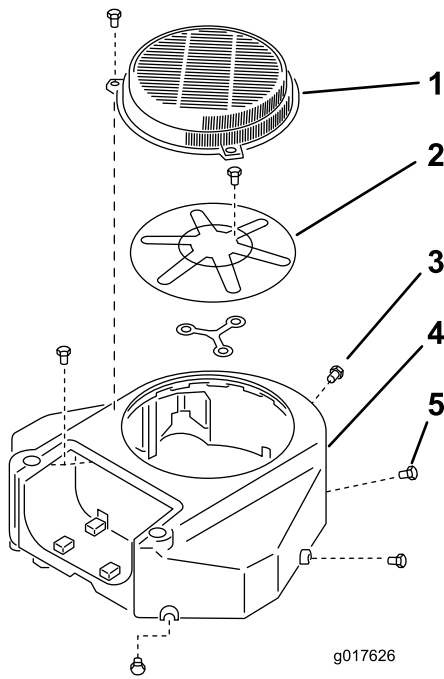

Figura 60
3. Remova o painel de admissão de ar e caixa da ventoinha (Figura 60).
5. Instale o painel de admissão de ar e caixa da ventoinha (Figura 60).